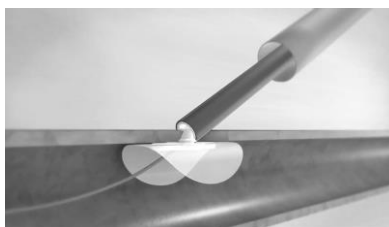

Figura 13. Posición de taponamiento: implante colocado en yuxtaposición a la arteriotomía.
- b. Siga retirando el dispositivo 1,5 marcas graduadas más (= 3,5 marcas graduadas en total). En este punto, debe percibirse una suave resistencia táctil como consecuencia del anclaje del implante en la luz interior de la pared arterial. Esta es la posición de taponamiento, y el implante ahora controla la hemorragia de la arteriotomía. Figura 13.